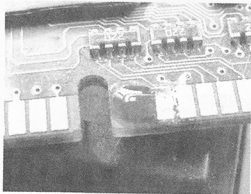

图 4-9 涂胶水
- (3) 把割下的金手指背面处理干净后，用胶水小心地把它对齐粘在待修复的地方，用平整的硬物把它压平，如图 4-9 所示。